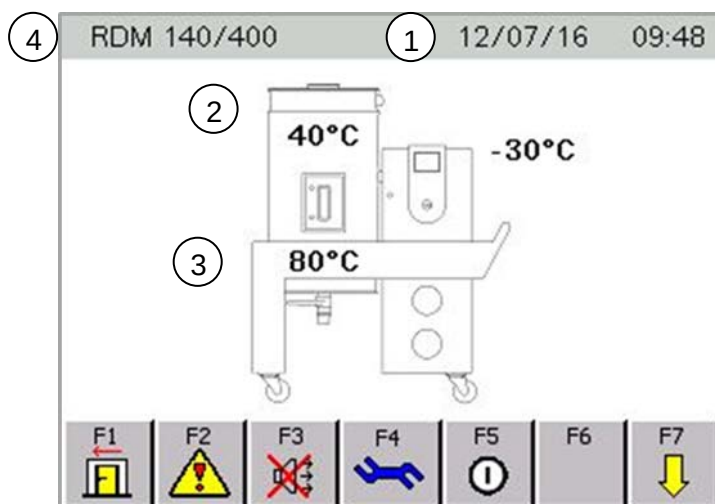
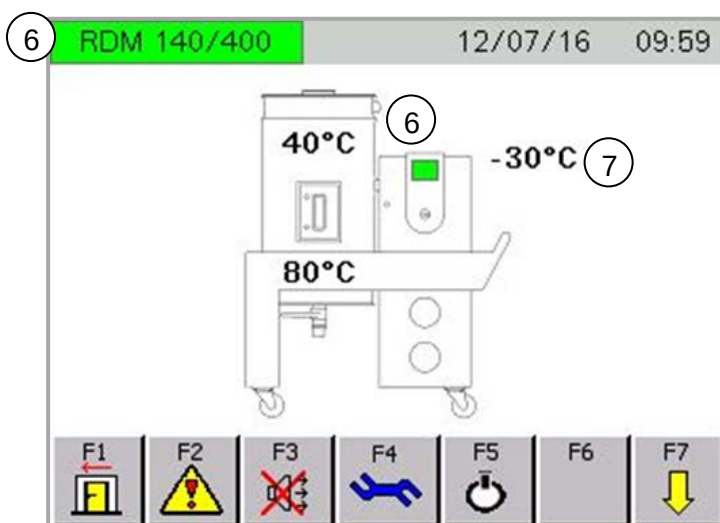
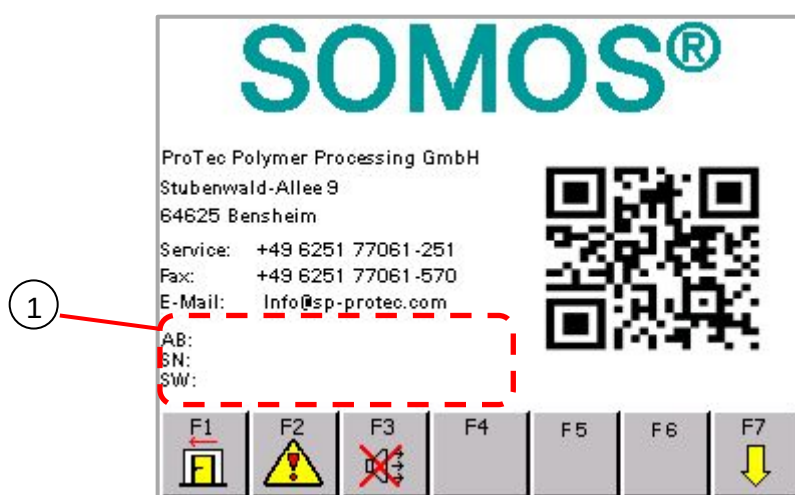

Abb.32 Vue d'ensemble de l'installation niveau 1
Abb.34 Vue d'ensemble de l'installation niveau 1 avec point de rosée
Abb.35 Page d'infos
Dans Abb.32 toutes les données importantes sont représentées sur une vue d'ensemble. Si un capteur de point de rosée est correctement raccordé, celui-ci est automatiquement détecté et activé par la commande (Abb.34). Si la fonction est activée, le capteur de point de rosée ne doit plus être déconnecté. Dans ce cas, la commande va détecter une rupture de fil et émettre un message d'erreur.
Remarque sur la pos.4 (Abb.32) : la taille du sécheur s'affiche ici. En effleurant ce champ, un écran apparaît avec des informations sur le fabricant, la commande etc. (voir Abb.35)
Dans la vue d'ensemble de l'installation (Abb.32) effleurer la touche F5 et la maintenir appuyée pendant env. 2 secondes.
3. Dans Abb.32 effleurer pendant deux secondes la touche F5. Le système est arrêté (le temps de refroidissement est de 2 minutes).